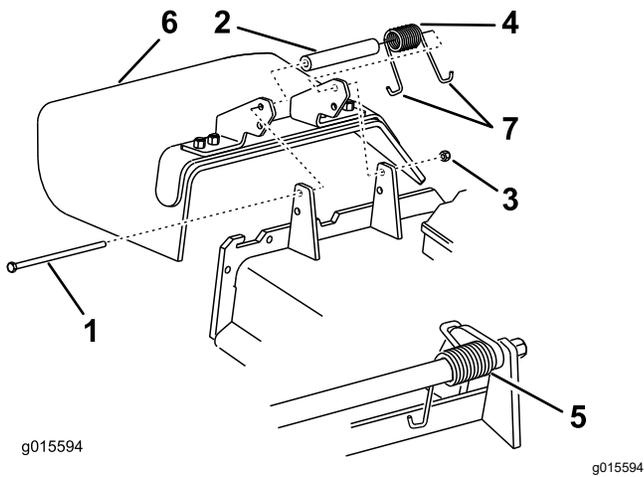

Figura 85
1. Retire la contratuerca, el perno, el muelle y el espaciador que sujetan el deflector a los soportes de pivote (Figura 85).
2. Retire el deflector de hierba dañado o desgastado (Figura 85).
Nota: Asegúrese de colocar un extremo con gancho en J del muelle detrás del reborde de la carcasa antes de instalar el perno, según se muestra en Figura 85.
- Coloque 1 extremo en J del muelle alrededor del deflector de hierba (Figura 85).